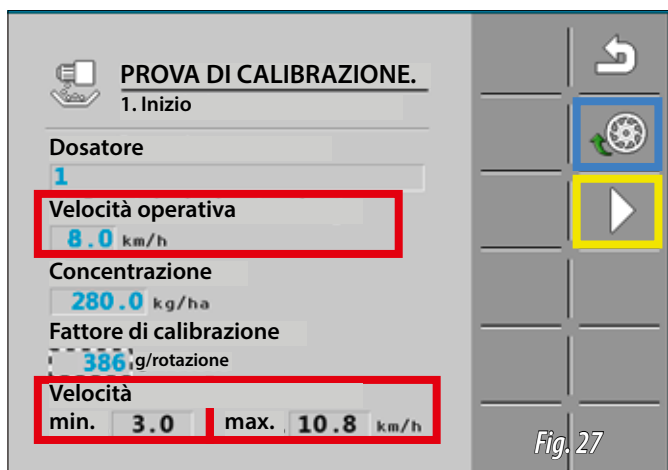

Fig. 27
**14-** Dopo aver inserito i 3 valori desiderati, verificare la velocità operativa massima e minima sulla schermata del dispositivo di controllo. Quando la velocità di funzionamento desiderata si trova tra questi due valori (in rosso, Fig. 27), aprire lo sportello a ghigliottina e bloccarlo con il dado, riempire le celle di dosaggio (premere l'icona "PRE-FILLED" in blu Fig. 27) e successivamente effettuare la prova (premere l'icona "PLAY" in giallo, Fig. 27).